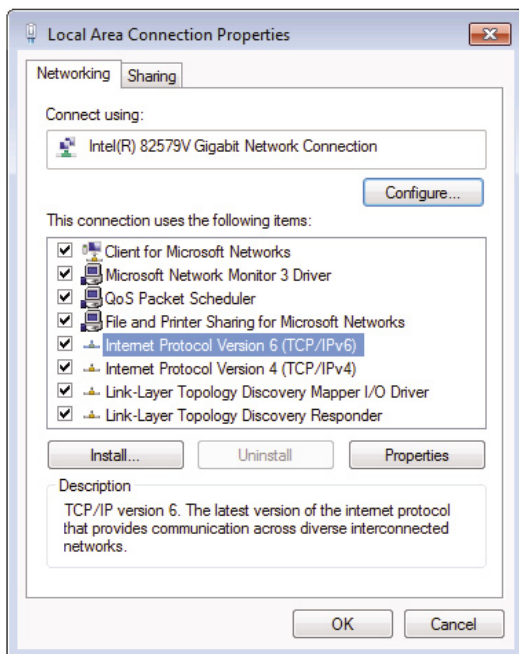

Рис. 7. Окно «Local Area Connection Properties»
3. Выберите сетевой адаптер, который Вы хотите использовать для подключения к прибору, и щелкните на **Change settings of this connection (Изменить настройки этого соединения)**. На экране появится окно «Local Area Connection Properties» (Свойства подключения по локальной сети) для выбранного сетевого адаптера, как показано на рис. 7.